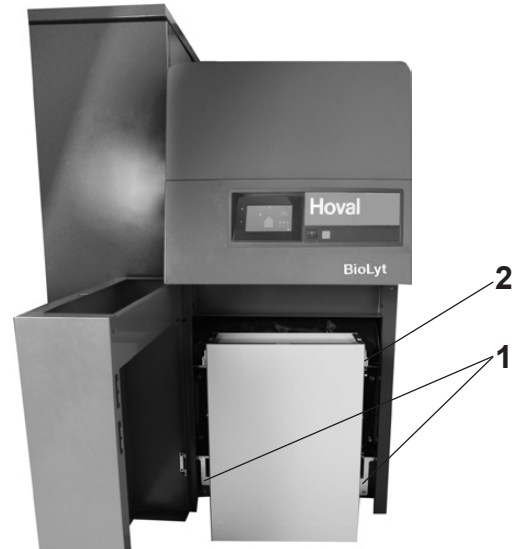

Fig. 03
1. Ouvrez les portes frontales puis les fermetures à genouillère (1, Fig. 03) des deux côtés du bac à cendres.
3. Poussez le bac à cendres sur l'installation et positionnez-le à l'aide de la butée située en haut à droite (2, Fig. 03). L'installation détecte la présence du bac à cendres qui a été mis en place et se remet en marche.
4. Fixez le bac à cendres en fermant les deux fermetures à genouillère inférieures (1, Fig. 03)!